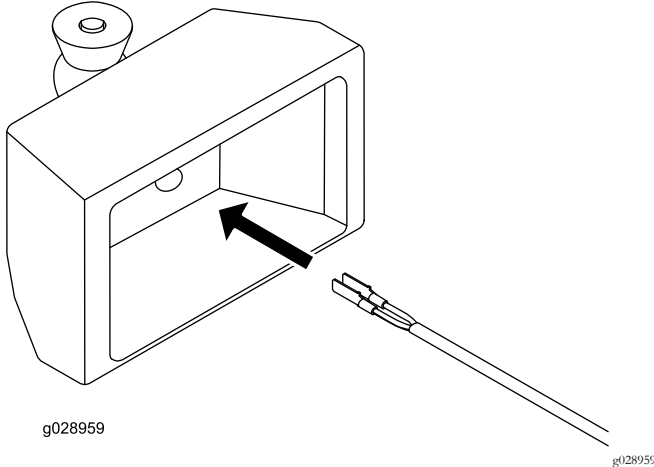

Figura 18
- Conecte un cable del faro al faro izquierdo pasando el extremo con sólo los pasadores a través del orificio en el cuerpo del faro desde el interior para que el conector quede dentro de la lámpara (Figura 18).